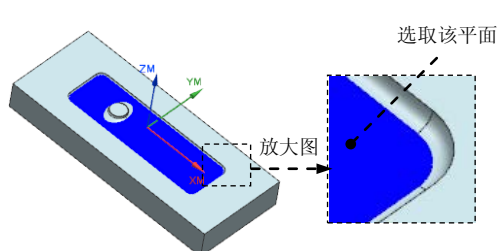

图 7.24 指定底面
Step2. 在模型上选取图 7.24 所示的模型底部平面, 在 **偏置** 区域 **距离** 文本框中输入值 0, 单击 **确定** 按钮, 完成底面的指定。